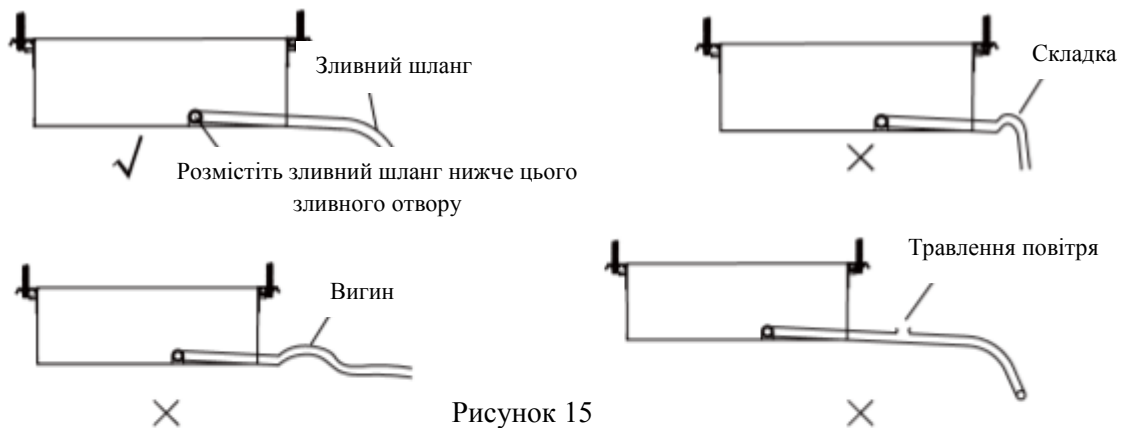

Рисунок 15
1. Встановіть зливний шланг з ухилом вниз (від 1/50 до 1/100), щоб уникнути вигинів та складок у шлангу (рис.15).
2. Переконайтеся, що на зливному шлангу немає тріщин або витоків, щоб уникнути утворення повітряної кишені (рис.15).